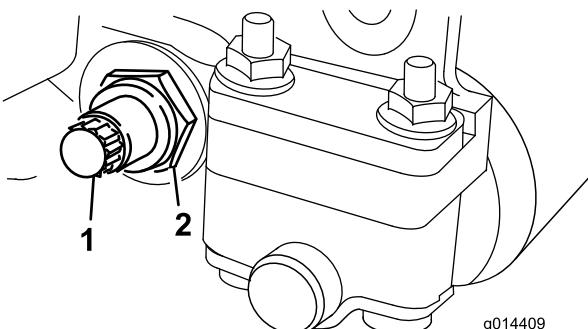
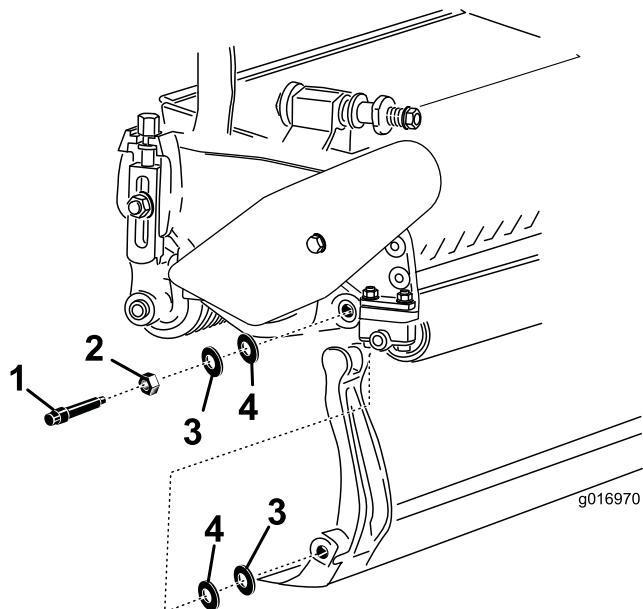

Figura 17
Figura 18
3. Desaperte a porca de bloqueio que segura a cavilha da barra de apoio, em cada um dos lados da máquina (Figura 17).
4. Remova cada uma das cavilhas da barra de apoio, de modo a permitir puxá-la e retirá-la da máquina (Figura 17). Guarde as duas anilhas de nylon e as duas anilhas de aço prensado de cada uma das extremidades da barra de apoio (Figura 18).
2. Fixe a barra de apoio a cada um dos lados da placa lateral com as cavilhas (porcas flangeadas nas cavilhas) e com as 4 arruelas (8 no total). Coloque uma arruela de nylon de cada lado da placa lateral. Coloque uma arruela de aço no exterior de cada uma das arruelas de nylon (Figura 18).